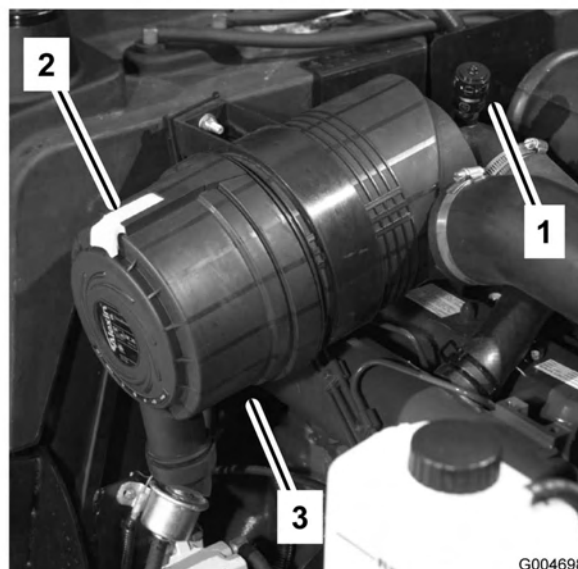

Figura 47
Faça a manutenção dos filtros de ar sempre que o indicador (Figura 47) do filtro do ar o indicar ou a cada 400 horas de funcionamento da máquina (com maior frequência em condições de trabalho muito sujas ou poeirentas). Não efectue a manutenção do filtro de ar com demasiada frequência.
1. Puxe o trinco para fora e rode a cobertura do filtro de ar no sentido contrário ao dos ponteiros do relógio. Retire a cobertura do corpo (Figura 47). Limpe o interior da cobertura do filtro de ar.